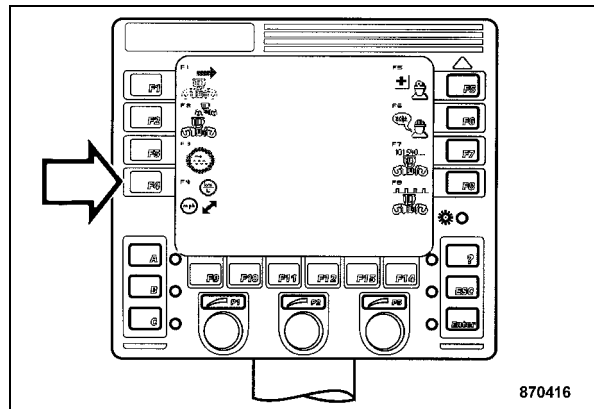

Fig. 75
- Pulsar la tecla "F4" (Fig. 75).